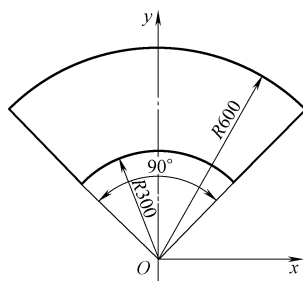

图 3-11
15. 图 3-11 所示为一用厚度为 2mm、材质为 Q235 钢板冲制成形的工